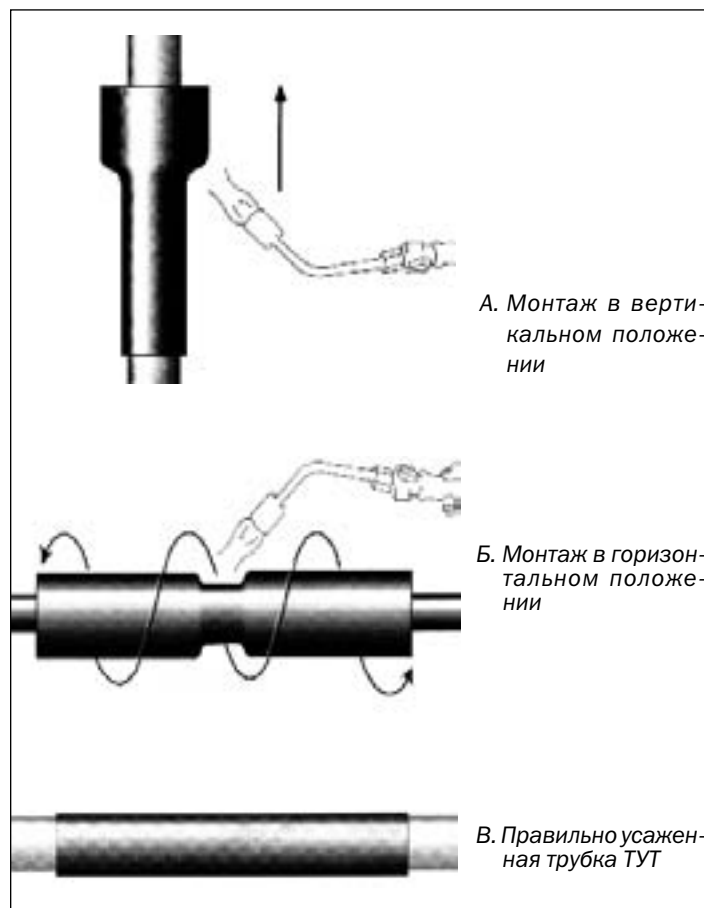

Рис. 4.1. - Схема работы с трубкой ТУТ
**4.1.4.** Схема работы с трубками ТУТ показана на рис. 4.1.